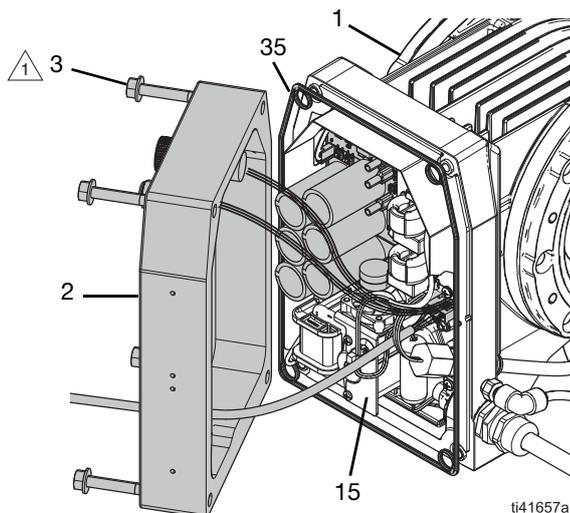

ABB. 2: Steuerungsabdeckung
3. Nehmen Sie die Steuerungsabdeckung (2) vorsichtig ab.
- a. Kippen Sie die Steuerungsabdeckung (2) vorsichtig von der Steuerkarte (15) weg. Siehe ABB. 2
- b. Trennen Sie alle Drähte von der Steuerungsabdeckung (2) zur Steuerkarte (15). Siehe **Stromlaufpläne**, Seite 44.
3. Montieren Sie die Steuerungsabdeckung (2).
- a. Halten Sie die Steuerungsabdeckung (2) vorsichtig schräg in der Nähe der Steuerkarte (15) fest. Siehe ABB. 2
- c. Schließen Sie die Drähte der Steuerungsabdeckung (2) an die Steuerkarte (15) an. Siehe **Stromlaufpläne**, Seite 44.